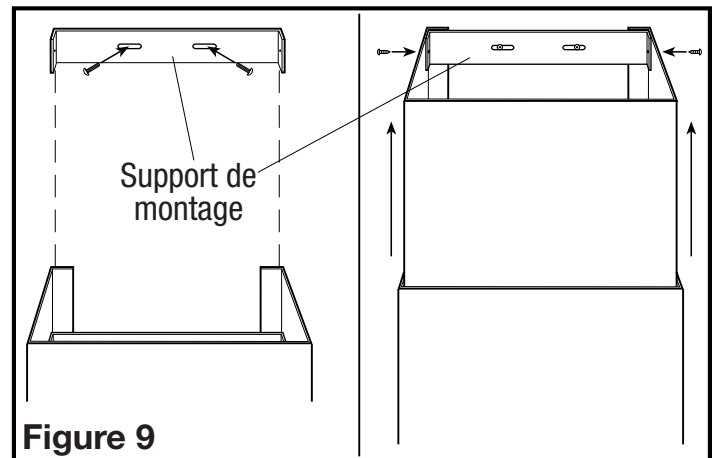

Figure 9
4. Pour installer la section supérieure, marquez l'endroit du support horizontal inclus en utilisant le support comme calibre. Assurez-vous que le support est à niveau et en conformité avec la section inférieure. La taille dépendra de vos conditions d'installation. Assurez-vous que les fentes dans le côté de la cheminée correspondent aux trous dans le support. Si vous installez sur une cloison sèche, percez des trous dans le mur en utilisant un foret de 3/16 po. Installez les ancrages du mur sur les trous forés (un pour chaque trou). Fixez le support en place avec (2) vis #6 x 1 po fournies. Si vous installez sur d'autres matériaux (brique, ciment, plâtre, etc.) choisissez une fixation appropriée capable de soutenir le poids de la cheminée (Figure 9).
5. Soulever la cheminée du haut en place sur le support de montage horizontal et fixer en place avec les deux vis de #6 x 3/8 po comprises (Figure 9).